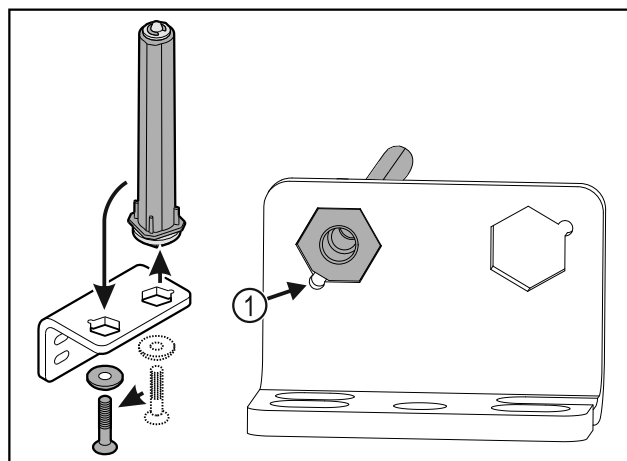

Fig. 39
- Vær derved opmærksom på, at boltens affasning Fig. 39 (1) peger mod det runde hul under isætningen.